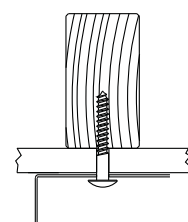

Figure 2
4. **Lift fixture housing to ceiling**, center over outlet box and parallel to walls. Mark ceiling with pencil for mounting holes through (2) 1/4" x 3/8" outer mounting slots. Drill 1/8" pilot hole at each location.
**If drill encounters ceiling joist**, hold Fixture Housing over outlet box and pull supply wires into Housing through the center hole. Use wood screw(s) (not supplied) to secure Housing at each ceiling joist location. **See Fig. 2.**
4. **Levante la carcasa de instalación hacia el techo**, y coloque en el centro con respecto a la caja de salida y en forma paralela a las paredes. Marque en el techo y con lápiz, los orificios de montaje mediante (2) ranuras de montaje externo de 1/4" x 3/8". Perfore un orificio piloto de 1/8" en cada lugar.
**Si al perforar se encuentra con una vigueta de techo**, mantenga la carcasa de instalación sobre la caja de salida y pase los cables de suministro a la carcasa a través del orificio central. Utilice tornillos de madera (no proporcionados) para asegurar la carcasa en cada ubicación de la vigueta del techo. **Consulte la Fig. 2.**